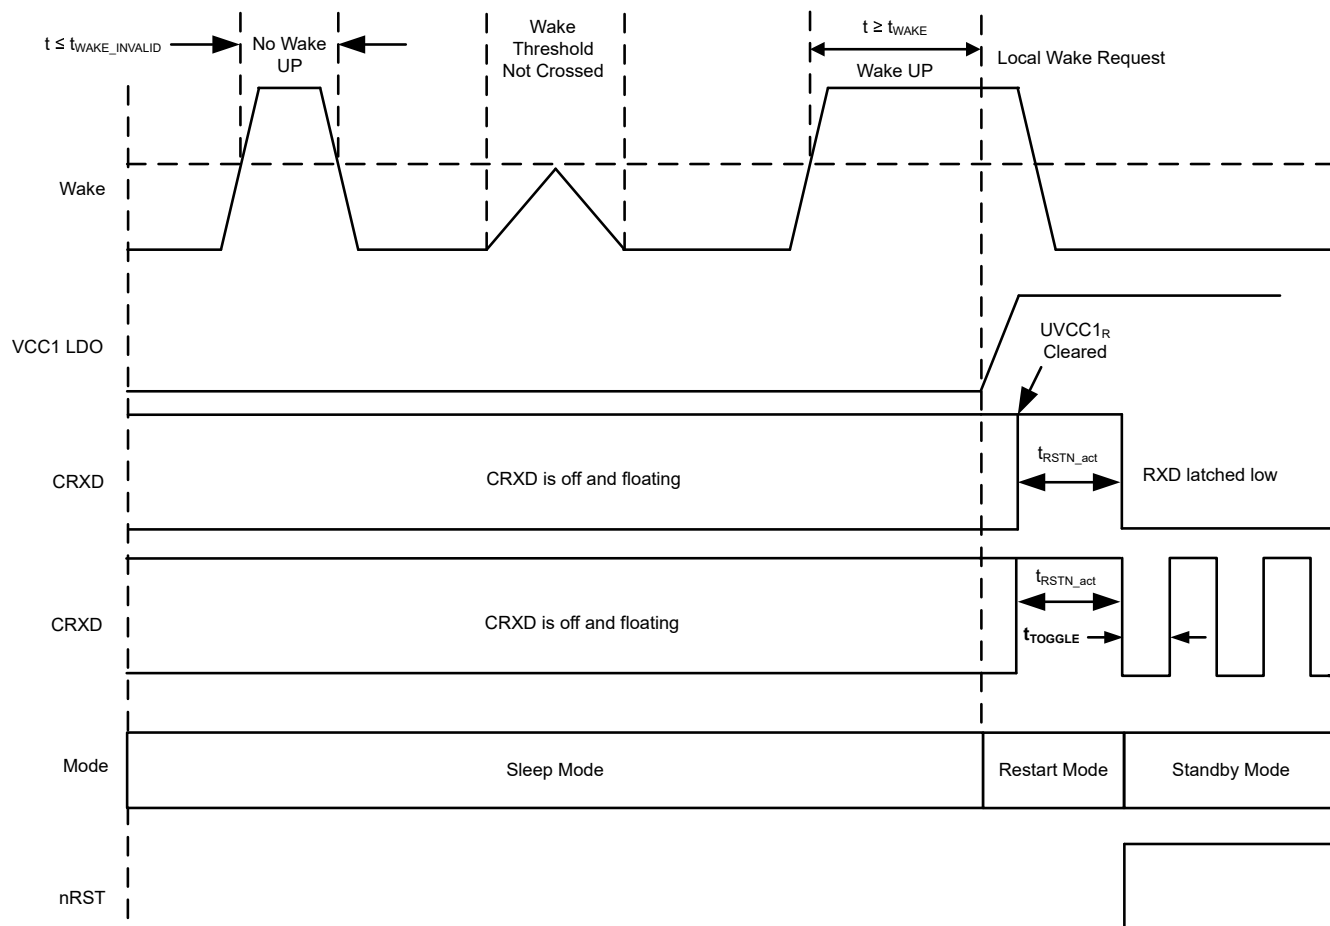
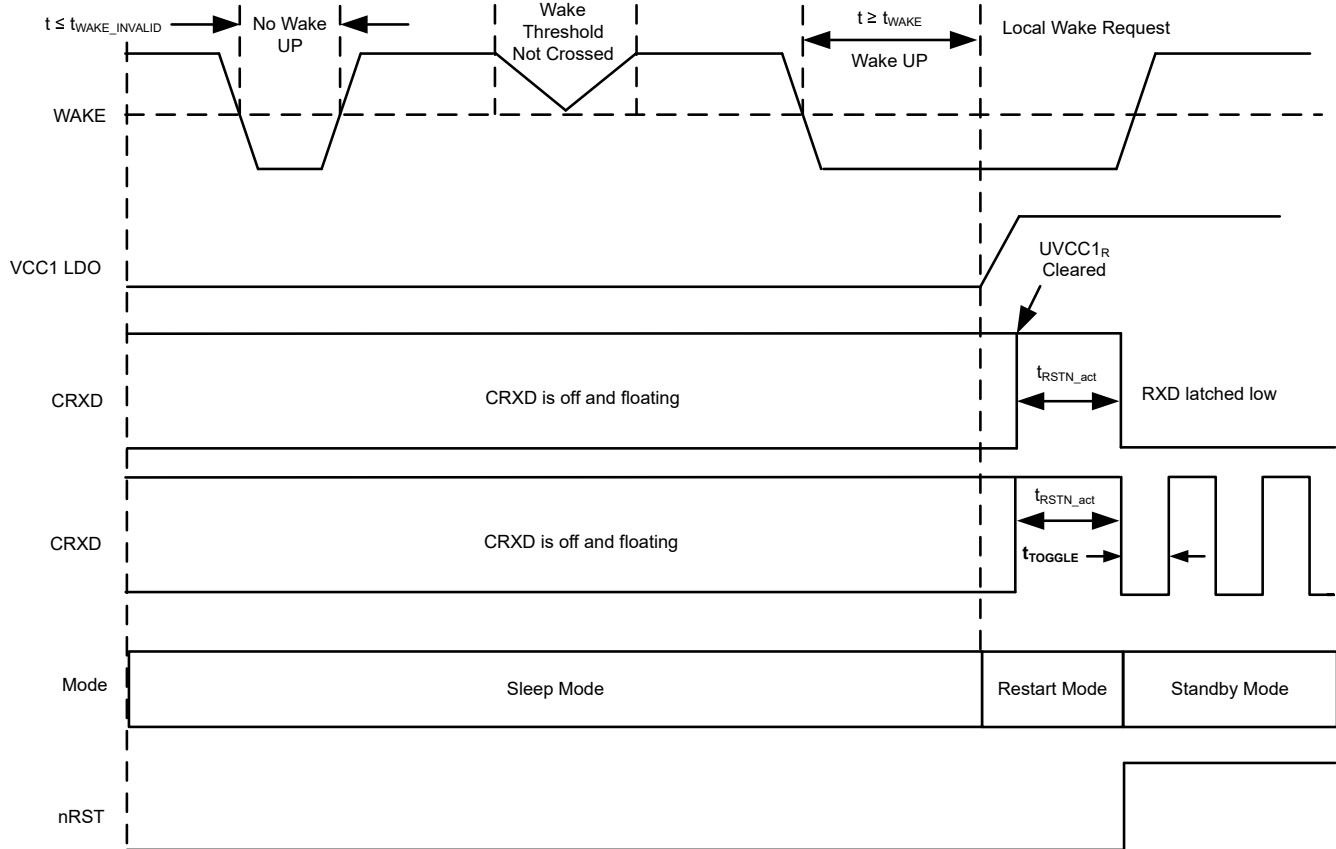

図 8-18. ローカルウェークアップ - 立ち上がりエッジ
図 8-19. ローカルウェイクアップ - 立ち下がりエッジ
WAKEx ピンは、WAKE_CONFIG2、WAKE_CONFIG4、WAKE_CONFIG5 レジスタ内の WAKEx_SENSE ビットのデフォルト値により、静的検出ウェークが初期設定になります。WAKEx ピンはデフォルトでは双方向入力ですが、WAKE_CONFIG レジスタ 8'h11[7:6] を使用することで、立ち上がりエッジと立ち下がりエッジの遷移に構成可能です。図 8-18 および 図 8-19 を参照してください。WAKE ピンはグランドに基づくウェーク入力であり、グランドまたは V_{SUP} に接続されたスイッチで使用できます。WAKEx ピンの入力スレッシュホールドは VCC1 レベルを基準にでき、プロセッサに直接接続または VCC1 レールに切り替えることができます。端子を使用しない場合は、不要な寄生ウェークアップを防ぐためにグランドへ接続します。デバイスがスリープ モードに移行すると、WAKE 入力の状態遷移を決定する前に、WAKEx 端子の電圧レベルが t_{WAKE} の間 Low 状態または High 状態である必要があります。 $t_{WAKE_INVALID}$ より小さいパルス幅はフィルタ処理されます。
- 図 8-18 と 図 8-19 は、立ち上がりエッジまたは立ち下がりエッジによる WAKE 入力の例を示しています。VCC1 > UVCC1 の状態でスタンバイ モードに入ると、RXD は Low にプルされます。